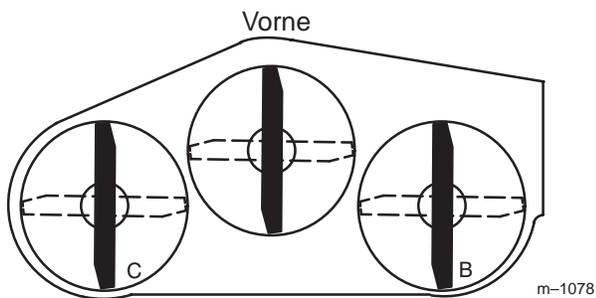

Bild 54
1. Stellen Sie das **rechte** Schnittmesser in Längsrichtung (Bild 54).
2. Messen Sie das rechte Messer an der Stelle **B** (Bild 54) von einer ebenen Oberfläche bis zur Schnittkante der Messer (Bild 55).
4. Stellen Sie das **linke** Schnittmesser in Längsrichtung (Bild 54).
5. Messen Sie das linke Messer an der Stelle **C** (Bild 54) von einer ebenen Oberfläche bis zur Schnittkante der Messer (Bild 55).